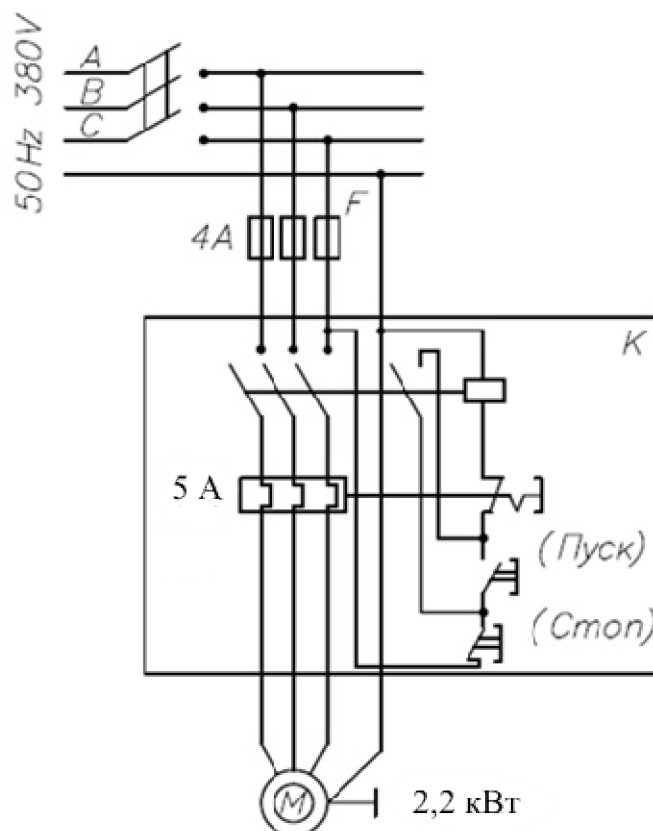

Рис.4 Схема подключения насоса к электрической сети
5.3 Подключение насоса к пуско-защитной аппаратуре производить согласно рис.4. При этом необходимо использовать пуско-защитную аппаратуру, соответствующую по своим параметрам величине номинального тока электродвигателя, а по степени защиты и климатическому исполнению - условиям эксплуатации.